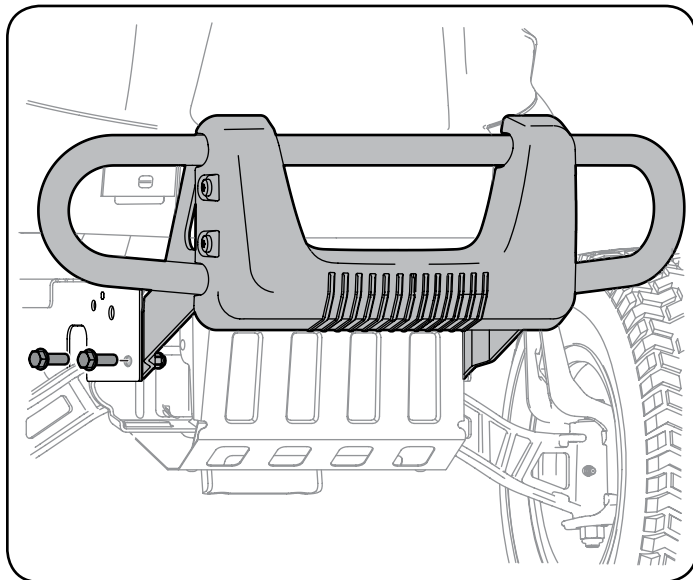

Figura 6
2. Coloque los soportes del paragolpes hacia el interior del bastidor del tractor y fijelos en su lugar con los cuatro tornillos hexagonales con reborde. Vea la Figura 6.